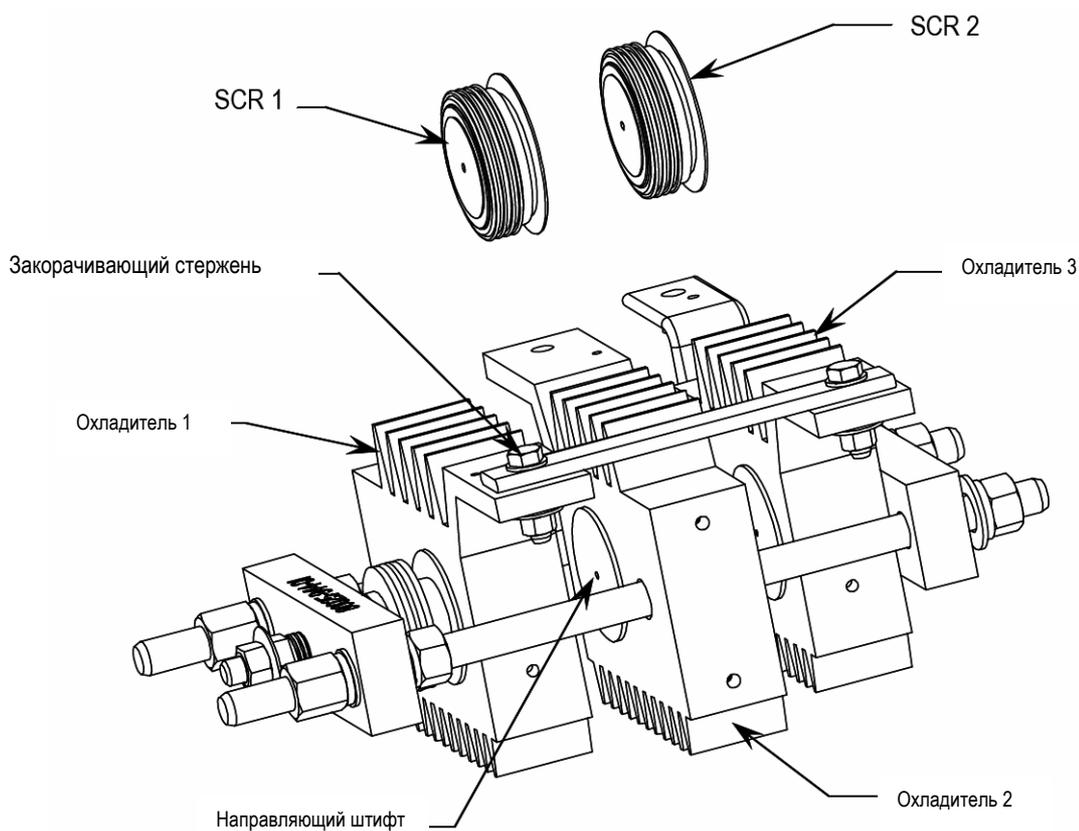

Рис. 9.7 – Удаление тиристора (от 1000 до 2400 В, 180 / 360 А)
9. Положите силовой модуль на ровную поверхность (см. рис.9.7, 9.10 и 9.14). Наклоняя модуль, убедитесь, что провода не повреждены.
5. Вставьте поочередно новые тиристоры в радиаторы-охладители, начиная сверху и подталкивая охладители вниз вместе, собирая весь комплект тиристорov с охладителями в один узел. Следите за тем, чтобы тиристоры были установлены без перекосов и сориентированы в нужном направлении. См. рис. 9.7, 9.10 и 9.16.